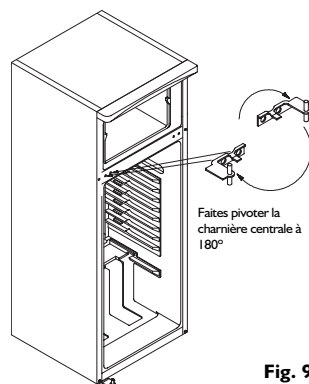

Fig. 9
7. Faites pivoter la charnière centrale à 180°. Remontez les portes des compartiments réfrigérateur et congélateur avec la charnière centrale (point 2 dans l'ordre inverse). Fixez la charnière centrale en serrant les vis (Fig. 9).